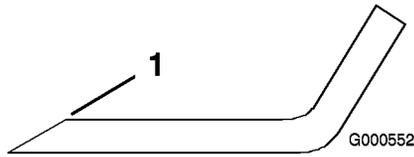
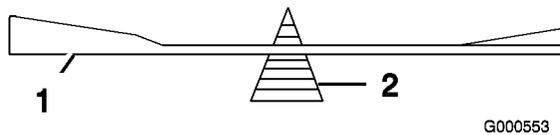

Figure 39
Figure 40
1. Au moyen d'une lime, aiguisez les tranchants aux deux extrémités de la lame (Figure 39) en
2. Vérifiez l'équilibre de la lame en la plaçant sur un équilibreur (Figure 40). Si la lame reste horizontale, elle est équilibrée et peut être utilisée. Si la lame est déséquilibrée, limez un peu l'extrémité de la partie incurvée seulement (Figure 39). Répétez la procédure jusqu'à ce que la lame soit équilibrée.